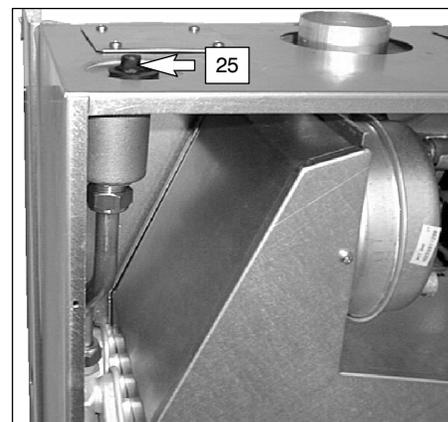

fig. 4.4
- 8 Allentare il tappo della valvola di sfiato automatico (25 in fig. 4.4).